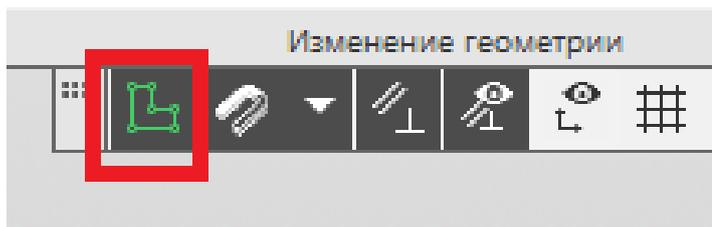

Рис. 109
37. Завершаем построение эскиза нажатием на пиктограмму «Создать эскиз» (рис. 109).